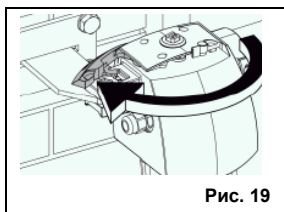

Рис. 19
4. Повернуть до упора отпирающий рычаг (рис. 19).